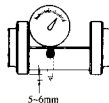

图 13-25
④-主、从动齿轮模拟件
a. 将千分表放在模拟件上, 将其测量探头伸出模拟件底部 5~6mm (图 13-25)